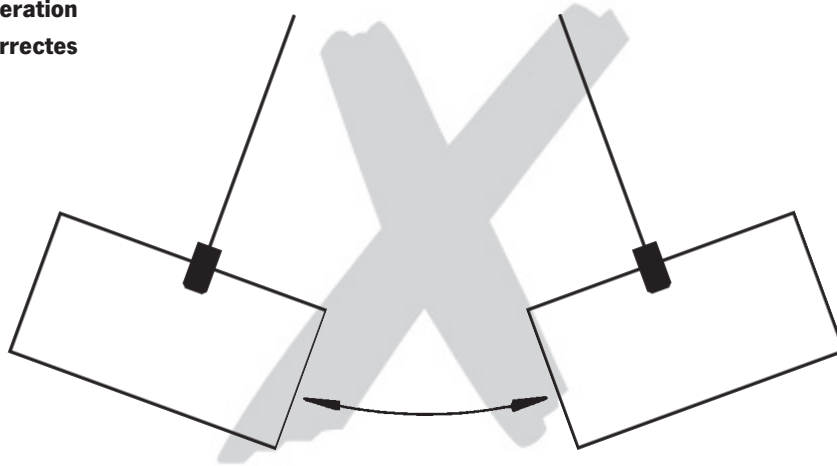

Fig. 1
- Tijdens het verplaatsen van de last mag deze niet slingeren (Fig. 1) of in contact komen met andere objecten.